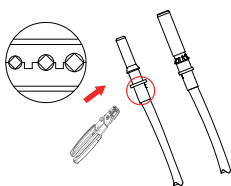

Abb. 5.4 Crimpen des Kontaktstiftes an den Draht
b) Crimpen der Metallkontakte mit einer Crimpzange wie in Abbildung 5.4 gezeigt.